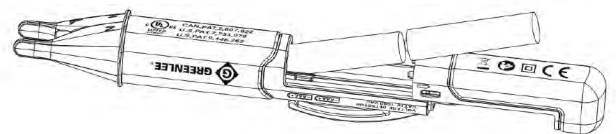

Fig. 3
1. Tirer le couvercle du compartiment des piles pour l'ouvrir et mettre en évidence les piles (Fig. 3).